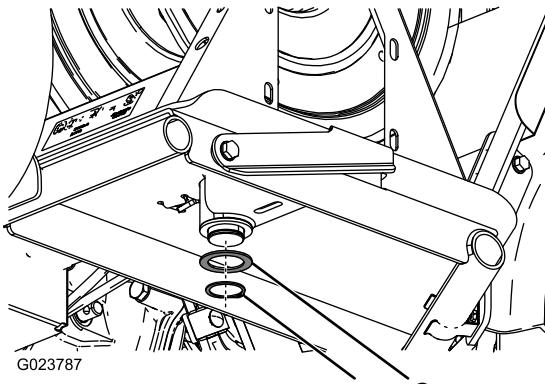

図 7
4. ホースリールフレームの下側で、スイベルプレートの柱にスラストワッシャとスナップリングを取り付ける図7。